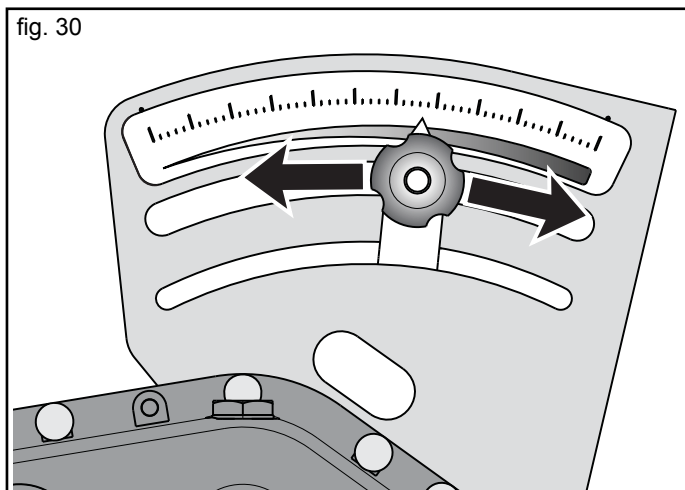

fig. 30
- 7) ... quindi portare l'indicatore graduato nella posizione desiderata (in base alla quantità di prodotto da distribuire), agendo sul pomello di regolazione (Fig. 30).